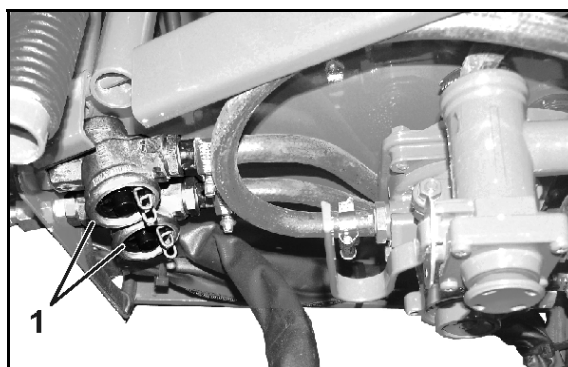

Fig. 142
1. Comprimați piesa de închidere de la ambele eclise (Fig. 142/1).
4. La asamblarea în ordine inversă urmăriți ca garnitura să se așeze corect în canal (Fig. 142/1).